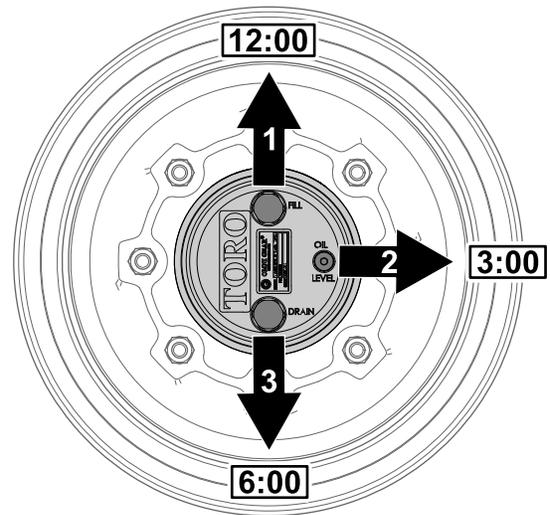

Figure 99
- Garez la machine sur une surface plane et horizontale, tournez la roue de sorte que le bouchon de remplissage soit à la position 12 heures, le bouchon de contrôle soit à la position 3 heures et le bouchon de vidange soit à la position 6 heures (Figure 99).
- Retirez le bouchon de contrôle à la position 3 heures (Figure 99).
1. Garez la machine sur une surface plane et horizontale, tournez la roue de sorte que le bouchon de remplissage soit à la position 12 heures, le bouchon de contrôle soit à la position 3 heures et le bouchon de vidange soit à la position 6 heures ; voir Figure 99 sous Contrôle du niveau de lubrifiant du train planétaire (page 71).